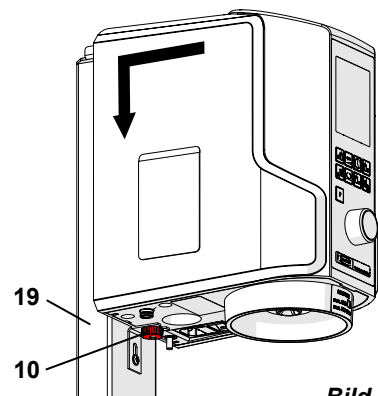

Bild 3
- ⇒ Säkra apparaten med räfflad mutter (10, bild 3).